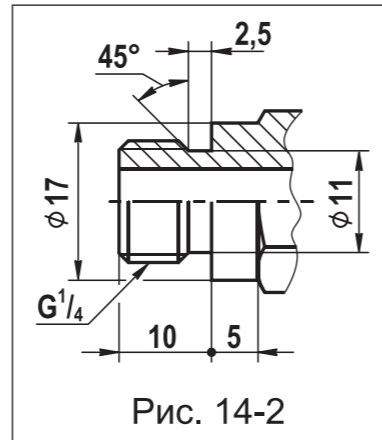

Рис. 14-2
8. Для подключения датчиков-реле давления или других устройств и приборов в корпусе клапана предусмотрены отверстия с резьбой G1/4, закрытые заглушками (кроме клапанов серии ВФ). Рекомендуемая форма конца присоединяемого штуцера, предназначенного для подсоединения датчика-реле давления и вкручиваемого в корпус клапана, приведена на рис. 14-2. Применяемое для уплотнения соединения - кольцо резиновое 014-017-19 ГОСТ 9833 ( $d_{\text{внутр.}}=13,6$  мм;  $s=1,9$  мм). Для уплотнения резьбы в месте подключения приборов используйте ленту ФУМ или аналогичный уплотняющий материал.